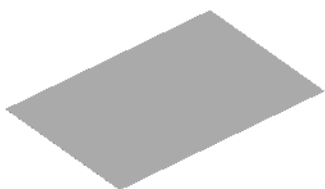
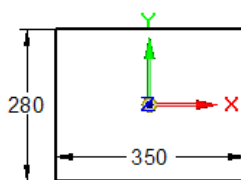

图 6.9.2 平板特征 2
图 6.9.3 截面草图
Step2. 创建图 6.9.2 所示的平板特征 2。
(1) 选择命令。单击“主页”功能选项卡“钣金”工具栏中的“平板”按钮.
(2) 定义特征的截面草图。
① 选取草图平面。在系统 **单击平的面或参考平面。** 的提示下, 选取俯视图 (XY) 平面作为草图平面。
② 绘制图 6.9.3 所示的截面草图。